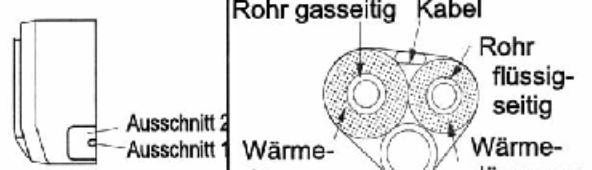

Abb. 7
1. Werden die Rohrleitungen und Kabel von der linken oder rechten Seite der Inneneinheit geführt, sind die entsprechenden Blenden am Gerätgehäuse zu entfernen (siehe Abb. 7).